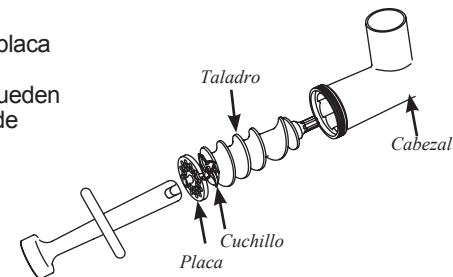

FIGURA 15
5. El sinfin, la cuchilla y la placa para picadora ahora están separadas del cabezal y pueden limpiarse como corresponde (FIGURA 15).